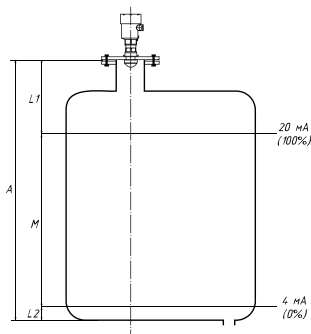

Рис. 1 - Диапазоны измерения
6. Параметры диапазона измерения (см. рис. 1)